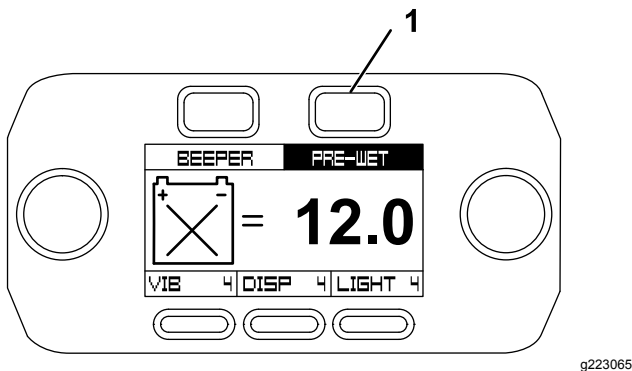

Bild 50
2. Betätigen Sie die Taste „Pre-Wet“ [Vorbenetzen] (Bild 50).